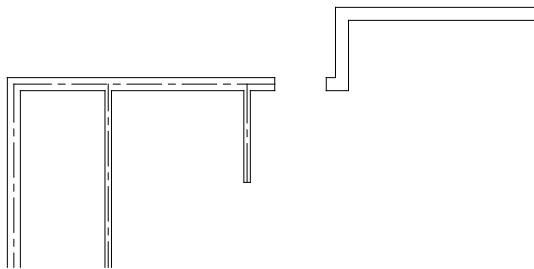

图3-60 T形合并
- 03 系统自动返回到绘图区域，根据命令行提示对墙体结合部进行编辑，如图3-60所示，命令行操作如下。